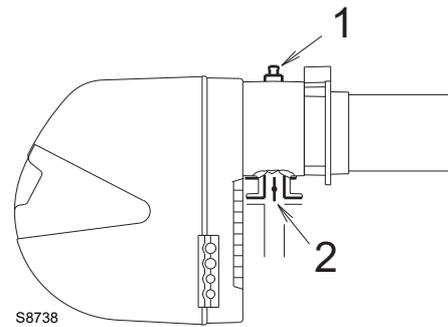

Abb. 27
Gasdruck gemessen an Anschluss 1)(Abb. 27 auf Seite 28), mit:
Strömungsverlust Gasdrossel 2)(Abb. 27 auf Seite 28) bei maximaler Öffnung: 90°.
- Ziehen Sie vom Gasdruck am Anschluss 1)(Abb. 27 auf Seite 28) den Druck in der Brennkammer ab.
Zur Ermittlung des für den an der Entnahmestelle 1)(Abb. 27), erforderlichen Gasdrucks, nachdem die gewünschte Leistung des Brenners festgelegt wurde:
- Rechts, in Spalte 1, den Druck an der Entnahmestelle 1)(Abb. 27) ablesen
erforderlicher Druck an der Entnahmestelle 1)(Abb. 27).